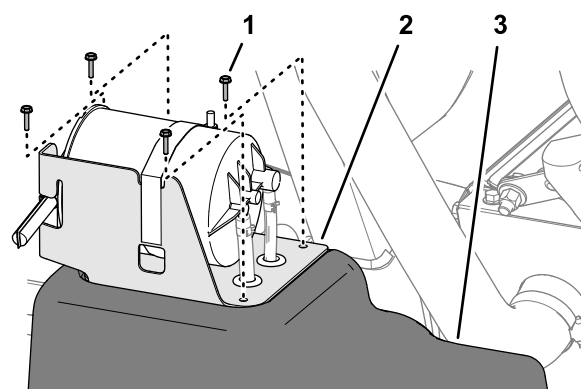

Figure 92
6. Fixez le support sur le réservoir (Figure 92) à l'aide des 4 vis (n° 10 x ¾").